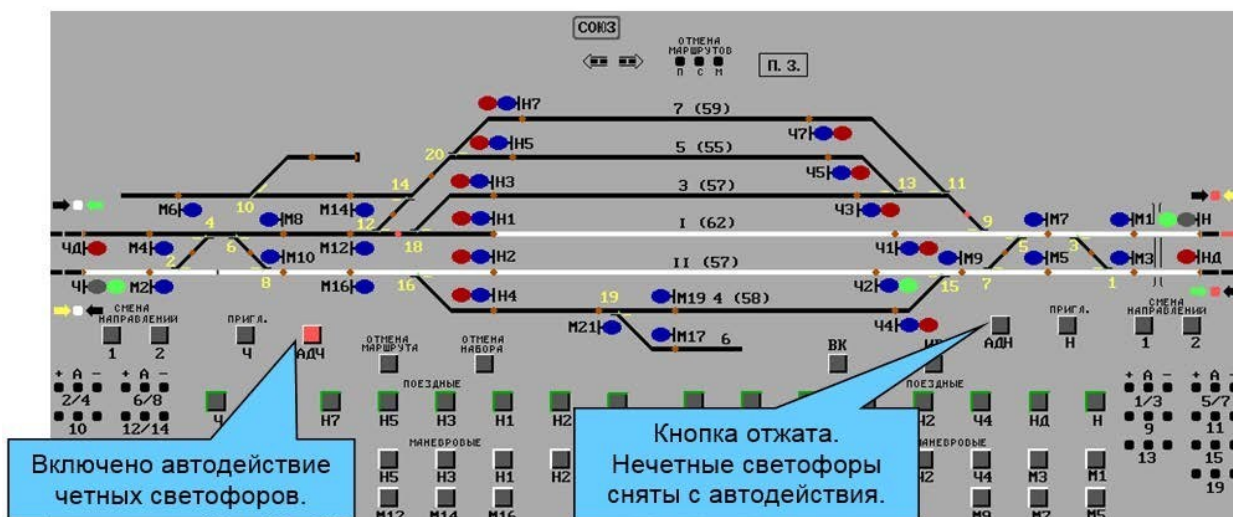

Рис. 20. Фрагмент пульт-табло станции при включенном автодействии четных светофоров.
2. Наведите курсор «мыши» на кнопку «АДЧ» или «АДН» (в зависимости от направления пропускаемого поезда) и нажмите левую клавишу, при этом кнопка включения автодействия будет сигнализировать красным цветом (рис. 20).
Для того чтобы отключить автодействие светофоров, наведите курсор «мыши» на кнопку «АДЧ» или «АДН» соответственно и нажмите правую клавишу (кнопка отжата и негорит красным цветом) (рис. 20).